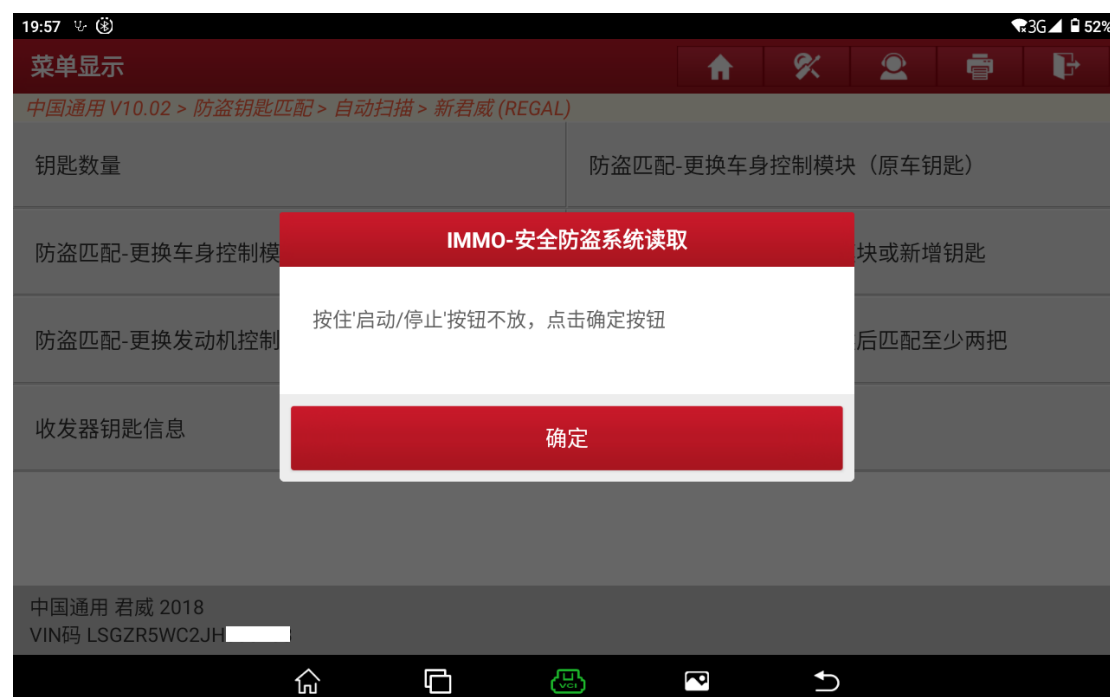

图 26
26. 请按住启动/停止按钮不放，点击“确定”按钮，如图 26。